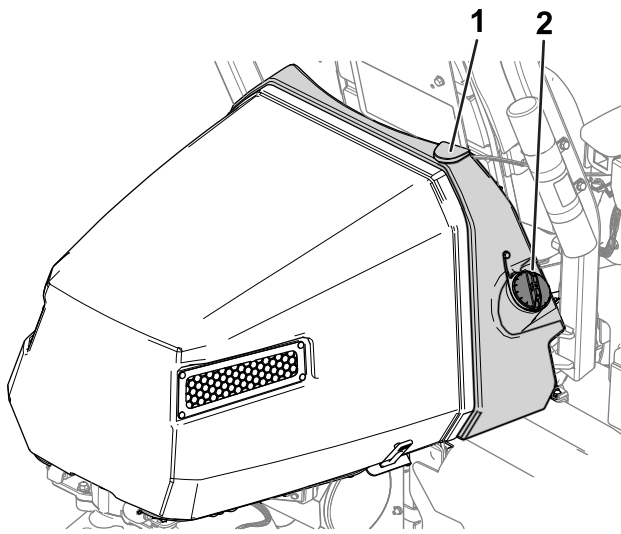

Bild 27
2. Reinigen Sie den Bereich um den Tankdeckel und nehmen Sie den Deckel ab (Bild 27).